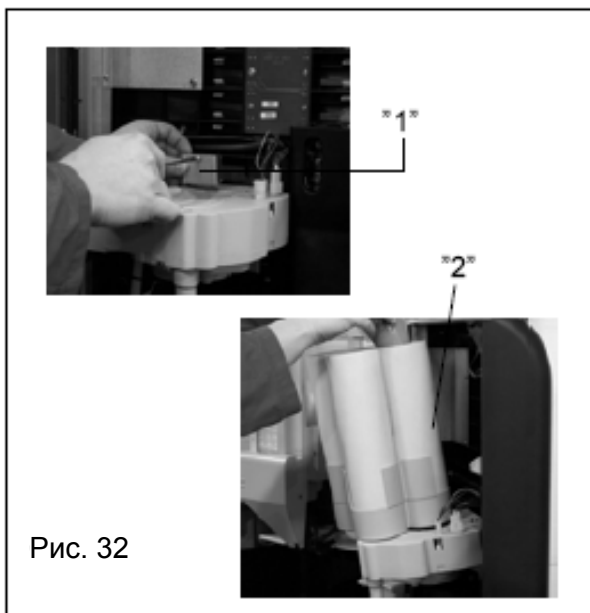

Рис. 32
- если вы хотите загрузить чашки в колонку рядом с транспортером чашек, снимите фиксатор держателя (рис. 32, 1) и наклоните все раздаточное устройство настолько, насколько это допустимо (рис. 32, 2), загрузите чашки и установите раздаточное устройство и фиксатор в прежнее положение.